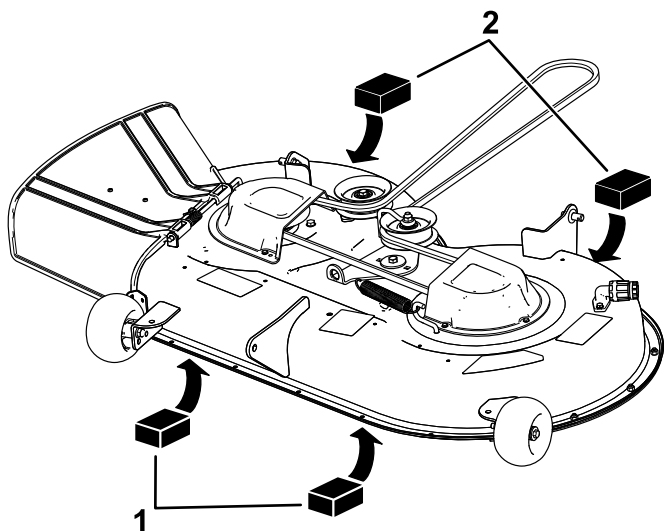

Figure 61
4. Placez deux cales de 6,6 cm (2 5/8 po) d'épaisseur chacune sous chaque côté du bord avant du tablier de coupe, mais pas sous les supports des galets anti-scalp (Figure 61).
5. Placez deux cales de 7,3 cm (2 7/8 po) d'épaisseur chacune sous le bord arrière de la jupe du tablier de coupe, une de chaque côté (Figure 61).